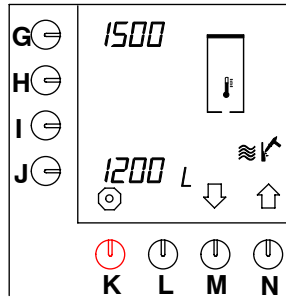

Fig. 27 Contatore disincrostazioni dell'impianto dell'acqua calda
- Sullo schermo viene visualizzato il contatore delle disincrostazioni (vedere fig. 27).